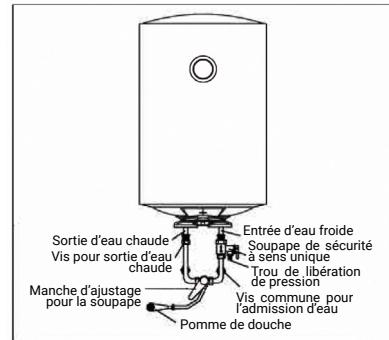

Fig. 3
- Après avoir choisi le bon endroit, déterminez la position des deux trous utilisés pour la dilatation des boulons avec des crochets. Percez deux trous dans le mur avec la profondeur et la taille appropriées pour insérer les vis du thermo, tournez le crochet vers le haut, serrez les écrous pour le fixer fermement, puis suspendez le chauffe eau électrique (voir figure 3).
- Afin d'éviter les fuites lors du raccordement des tuyaux, les joints d'étanchéité en caoutchouc fournis avec le thermos doivent être ajoutés à l'extrémité du filetage (voir fig.3).